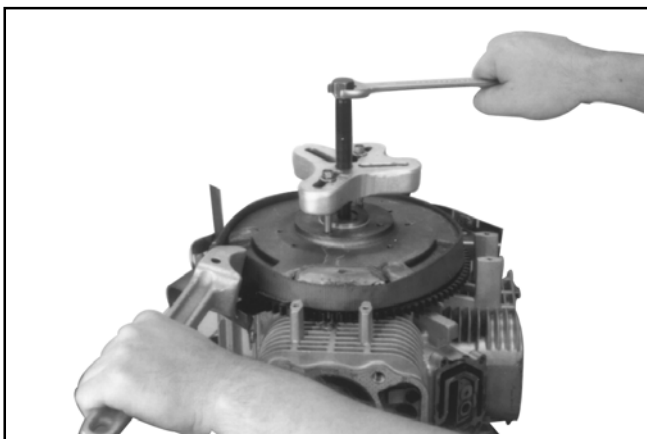

Figura 9-46. Rimozione del volano con un estrattore.
3. Utilizzando un estrattore, rimuovere il volano dall'albero motore. Vedere Figura 9-46.